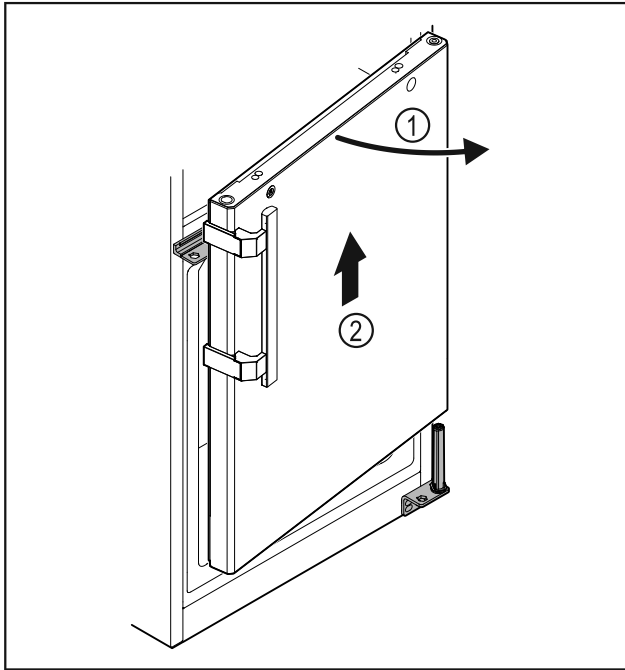

Fig. 33
- ▶ Åpne døren Fig. 33 (1) litt, løft den ca. 200 mm rett opp og ta den av Fig. 33 (2).